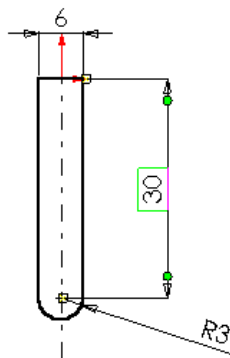

Рис. 4.2. Эскиз детали
6. Используя кнопки  и  панели «Инструменты эскиза», создать эскиз в соответствии с рис. 4.2.